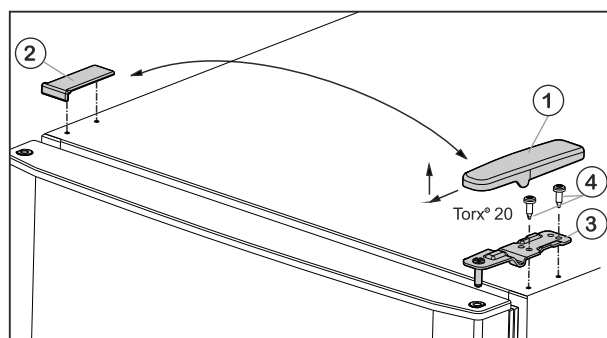

Fig. 6
- Rimuovere la copertura Fig. 6 (1) tirandola in avanti e in alto.
- Sollevare la copertura Fig. 6 (2).
- Svitare il cuscinetto di supporto superiore Fig. 6 (3) (2 giri con chiave Torx® 20) Fig. 6 (4) e sfilarlo verso l'alto.
- Inserire il cuscinetto di supporto superiore Fig. 6 (3) nella porta, sul lato della nuova cerniera.
- Avvitare il cuscinetto di supporto superiore **saldamente (con una coppia di 4 Nm)** (2 giri con chiave Torx® 20) Fig. 6 (4). Eventualmente utilizzare un avvitatore a batteria.
- Applicare e innestare dall'esterno la copertura Fig. 6 (1) sul lato opposto.
- Applicare e innestare dall'alto la copertura Fig. 6 (2) sul lato opposto.